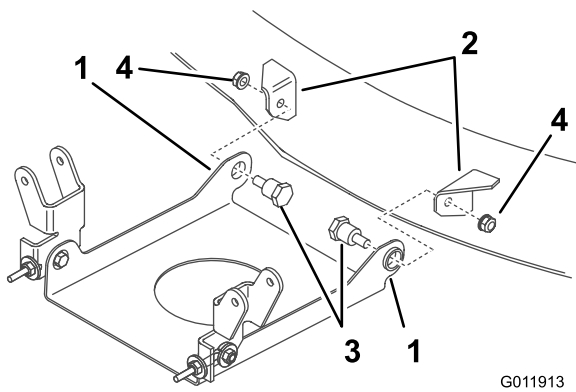

Figure 5
7. Placez la plaque de montage, languettes dirigées en haut, entre les supports à l'avant du plateau de coupe (Figure 5).
8. Introduisez les boulons à épaulement dans la plaque de montage et dans les supports du plateau de coupe. Fixez l'ensemble avec les contre-écrous (Figure 5).